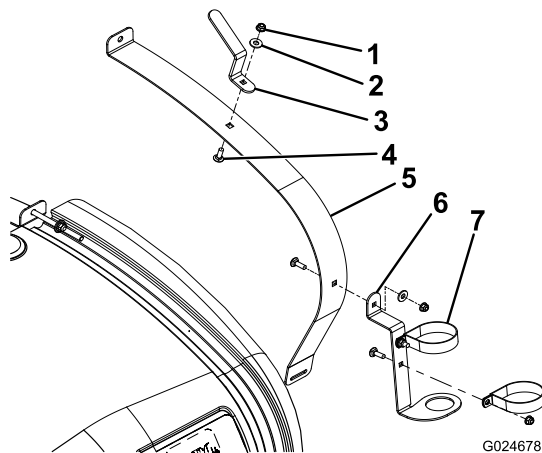
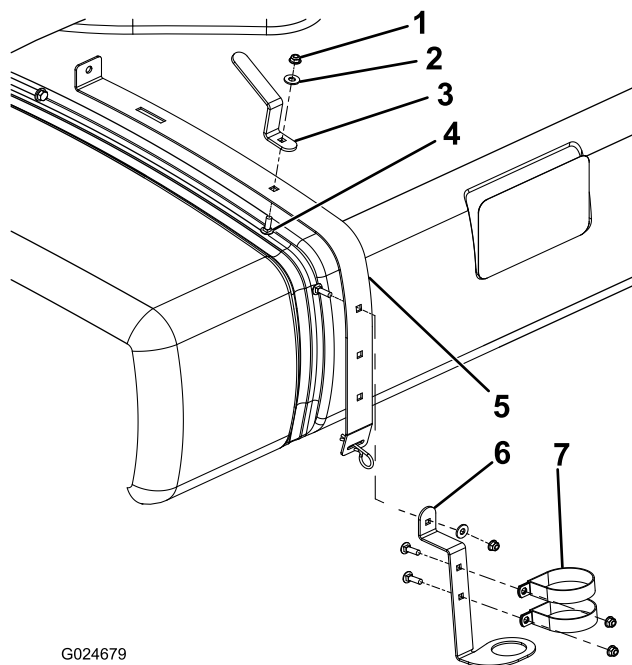

Bild 1
Bild 2
- Multi Pro 1750: Lösen Sie den Riemen vorne rechts (Bild 1).
- Multi Pro WM: Lösen Sie den Riemen hinten rechts (Bild 2).
3. Befestigen Sie die Spritzpistolenhalterung mit einer Schlossschraube, einer Flachscheibe und einer Bundmutter, wie in Bild 1 oder Bild 2 abgebildet.
4. Befestigen Sie den Schlauchhaken mit einer Schlossschraube, einer Flachscheibe und einer Bundmutter, wie in Bild 1 oder Bild 2 abgebildet.